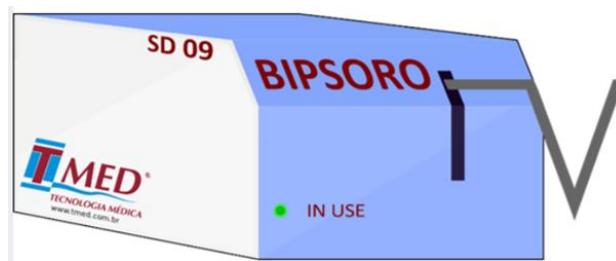

Figura 9 - Ilustração do *BipSoro* Eletromecânico
O **BipSoro** (Figura 9) é um equipamento (de patente registrada) para sinalização local e/ou remota de quando a infusão de uma solução endovenosa (soro, medicação, sangue etc.) se aproxima de seu final. Ele é aferido em fábrica para sinalizar quando restarem apenas *60 mililitros* (aproximadamente) de solução no recipiente. Esta aferição pode ser refeita no campo de modo a sinalizar quando restar um volume entre *45 e 75 mililitros* de solução. Quando o **BipSoro** se encontra conectado à Unidade de Chamada do Leito (UCL), o monitoramento da infusão terá início quando a chave “Liga-Desliga” for movida para a posição “Liga”. Assim, quando a infusão atingir o ponto de alarme, a identificação correspondente ao tipo de chamada (BS) e o número ou sigla do leito serão exibidos no painel do posto de enfermagem, juntamente com um sinal sonoro intermitente. O aviso no painel e o sinal sonoro cessarão quando o recipiente de solução for substituído ou quando o **BipSoro** for desligado. A ilustração da sinalização do **BipSoro** no Display Digital pode ser vista na Figura 13.